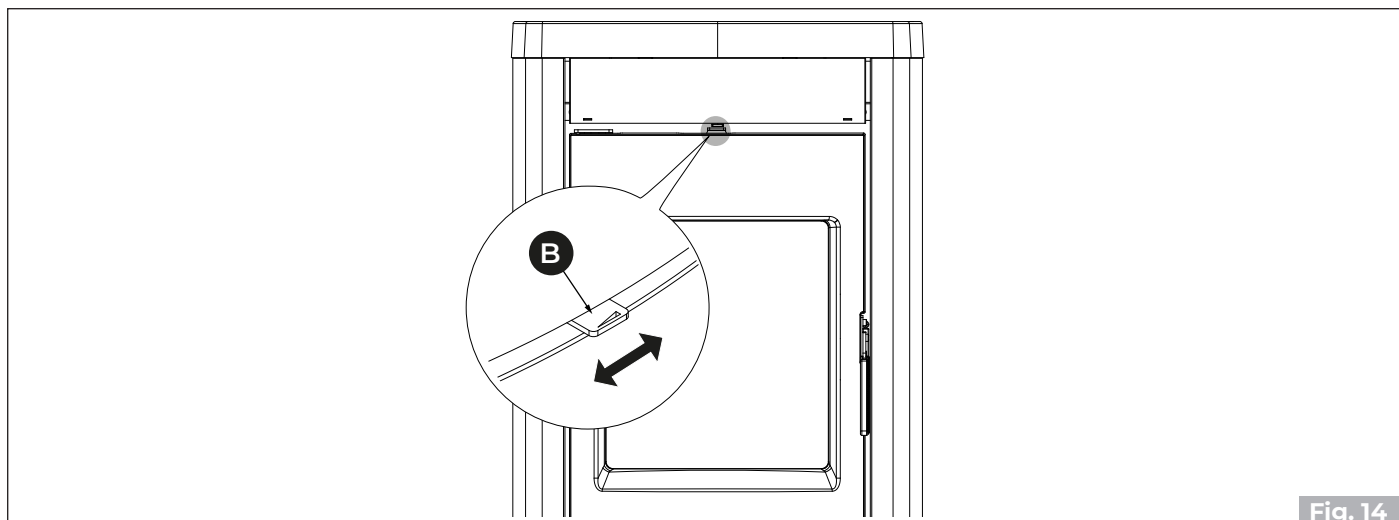

Fig. 14
Med delovanjem je z nastavitveno ročico (B) (Fig. 14) mogoče izvesti čiščenje keramičnega stekla, ne da bi bilo treba odpreti vrata.